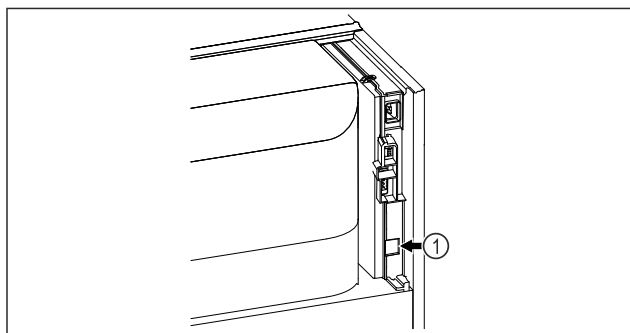

Fig. 84
- SmartModule Fig. 84 (1) è inserito.